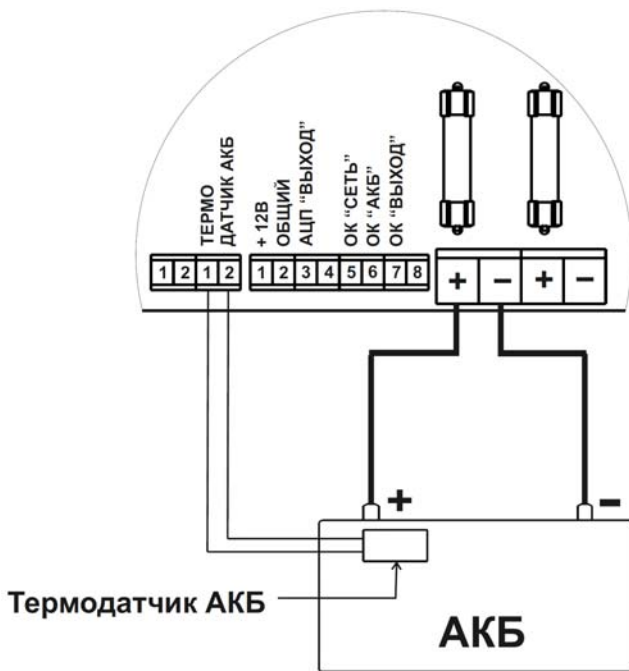

Рисунок 5 – Подключение АКБ и термодатчика
- При необходимости термокомпенсации напряжения заряда АКБ подключите термодатчик к контактам колодки «Термодатчик АКБ» (см. рисунок 5). Чувствительный элемент термодатчика закрепите на корпусе АКБ в непосредственной близости от клеммы «+» с помощью липкой ленты. Для корректной работы термодатчика необходимо обеспечить плотное прилегание чувствительного элемента датчика к поверхности корпуса батареи
- Подключите, соблюдая полярность, внешнюю АКБ номинальным напряжением 12В к изделию (см. рисунок 5).